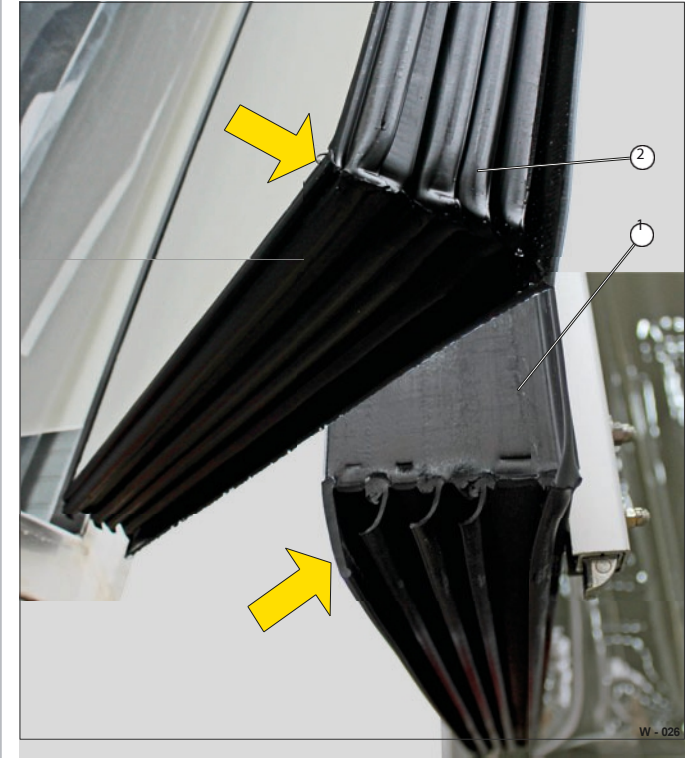

Fig. 12 Dörrtätning, 5-panel (frys)
- Torka av den inre tätningsytan (Fig. 12/1) och tätningsläpparna (Fig. 12/2) runt om med en fuktig trasa.